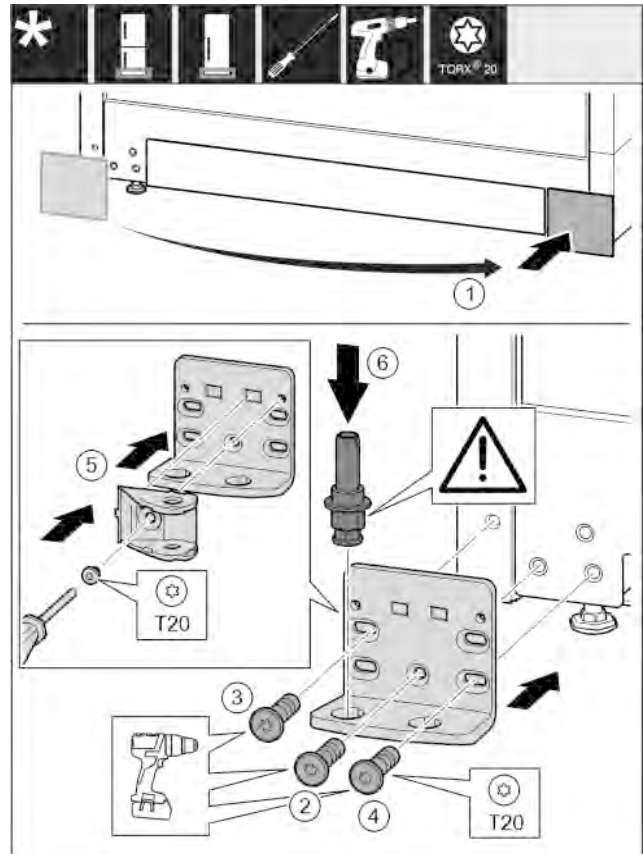

Fig. 28
- ▶ Снимите крышку и установите с другой стороны. Fig. 28 (1)
- ▶ Установите опорный кронштейн с другой стороны и прикрутите с помощью отвертки T20. Начинайте с винта 2 снизу в центре. Fig. 28 (2)
- ▶ Затяните винты 3 и 4. Fig. 28 (3,4)
- ▶ Поверните соединительный элемент амортизатора закрывания дверей на 180°. Прикрутите с другой стороны опорного кронштейна при помощи отвертки T20. Fig. 28 (5)
- ▶ Установите опорный палец в сборе. При этом следите за тем, чтобы выступ фиксатора был направлен назад. Fig. 28 (6)